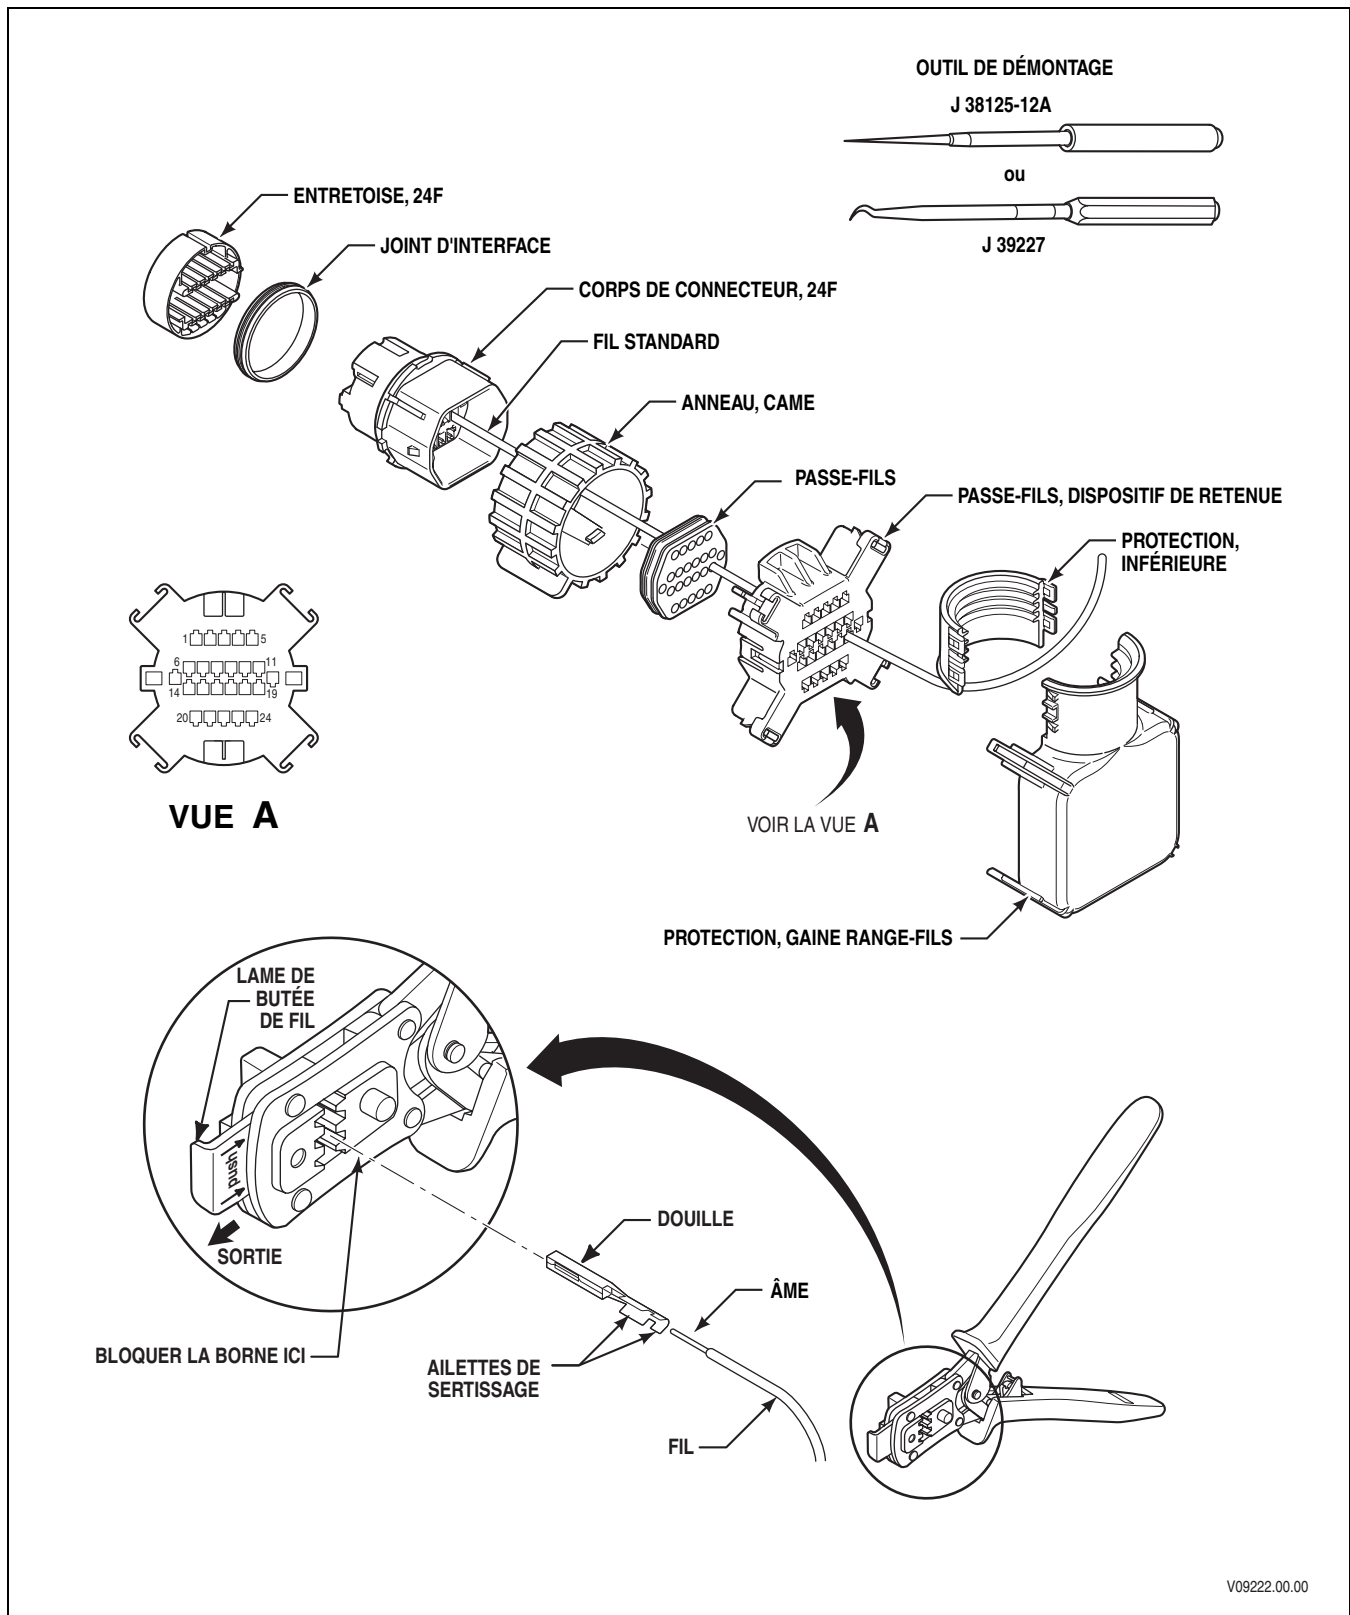

Figure E-3. Connecteur de la transmission 24F AFL
A. Réparation des connecteurs/bornes (Figure E-3)
6. Insérez la lame métallique de l'outil de démontage J 38125-12A ou J 39227 dans l'avant du corps du connecteur, à l'emplacement de la cavité du conducteur de borne/fil souhaité (Figure E-3).